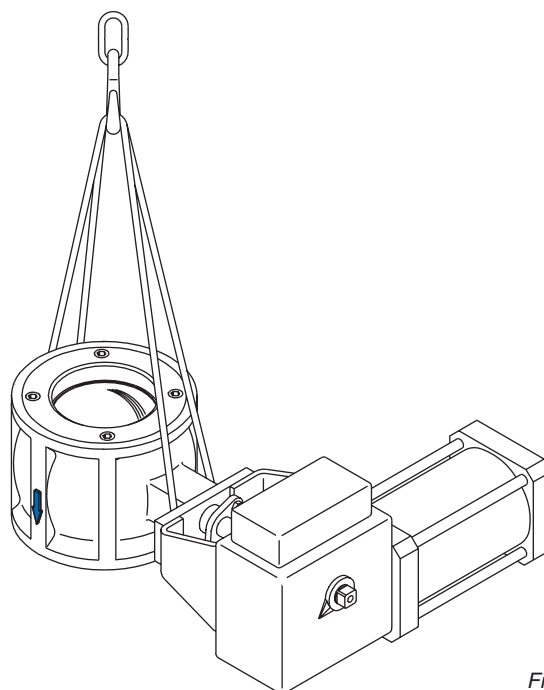

Fig 1
4. Använd lyftanordning och stroppar för att lyfta ventilen på plats. Lyft ej i ställdon utan placera stropparna runt ventilhuset (Fig. 1).